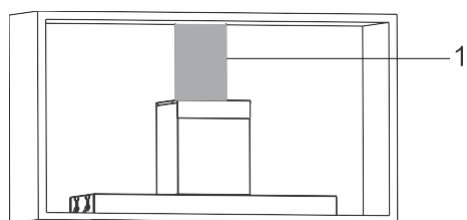

Fig. 17
9. ➡ Koppla ut utsugsslangen till ventilatorn (Fig. 17)